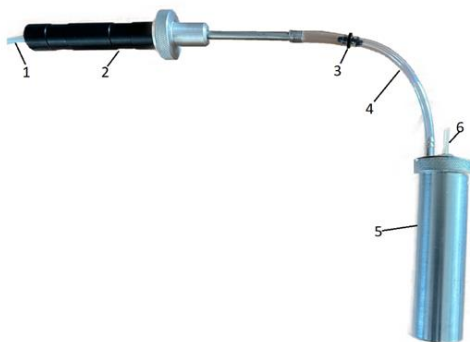

Рис. 1. Схема соединения пробоотборника устройством проверки работоспособности
2.2 Соединить пробоотборник с устройством (рис. 1). Для соединения трубки ПВХ 4 устройства со штуцером переходником 3 можно использовать фторопластовую трубку 4x2 мм, установленную в трубку ПВХ (на рис. не показана, входит в ЗИП).